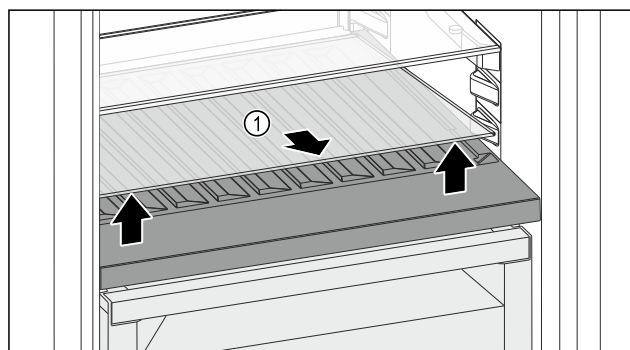

Fig. 82
- Sollevare il ripiano di vetro Fig. 82 (1) dall'incavo anteriore e rimuoverlo.
- Conservare il ripiano di vetro Fig. 82 (1) fuori dall'apparecchio in un luogo sicuro.
- Inserire il ripiano di vetro (2) sotto il vano bottiglie variabile.